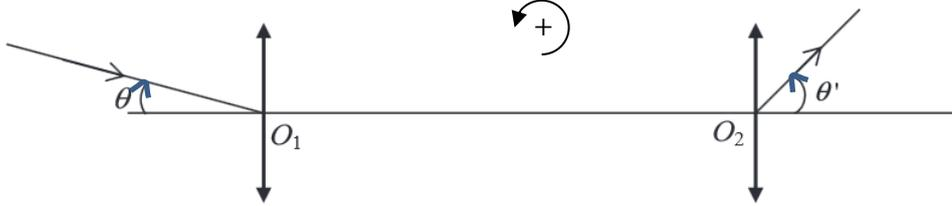

Figure 7 : lunette astronomique
B.1.2- Rappeler les conditions de Gauss. Réaliser un schéma, sans respecter les échelles, montrant le devenir d'un rayon incident faisant un angle θ avec l'axe optique et émergeant sous un angle θ' dans les conditions de Gauss (figure 7).
Note : Le dessin de la figure 7 définit les deux angles ; mais le candidat pourra choisir n'importe quel rayon incident, du moment que celui-ci fait un angle θ avec l'axe optique, et construire l'émergent associé, faisant un angle θ' avec l'axe optique. On note que ces angles sont orientés, comptés positifs dans le sens anti-horaire.